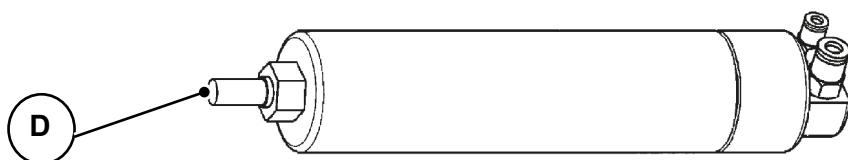

Fig. 09-14
5. Desaparafusar a bucha “D” do cilindro a substituir e apertá-la no novo (ver Fig. 09-14)